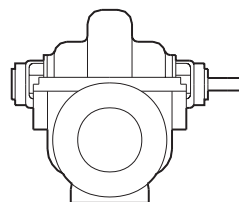

Рис. 8 Насос со свободным концом вала
3. Насос со свободным концом вала (см. рис. 8 и рис. 9).